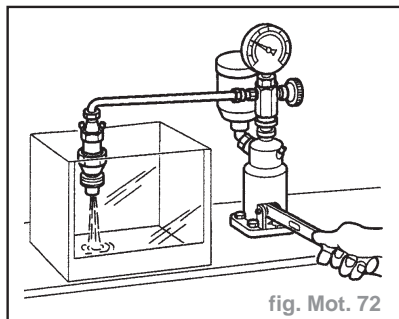

fig. Mot. 72
- Donner au levier de la pompe des impulsions brèves et sèches, l'injecteur doit produire une pulvérisation très fine et homogène (fig. Mot. 72).